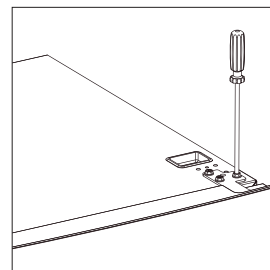

Fig. 5
- ▶ Skru de tre skruer på hængslets hulplade ud, og fjern hængslet til køleskabsdøren (2) (fig. 5). Fjern ligeledes spændeskiven, og læg dem et sikkert sted til senere anvendelse.
- ▶ Løft køleskabsdøren (2) af det mellemste hængsel, og stil den til side sikret mod væltning, på et blødt underlag for at undgå ridser.